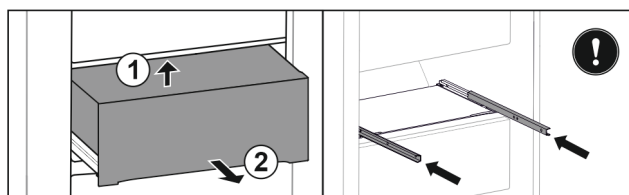

Fig. 135
- Soulever le tiroir à l'arrière par le bas. Fig. 135 (1)
- Retirer le tiroir par l'avant. Fig. 135 (2)